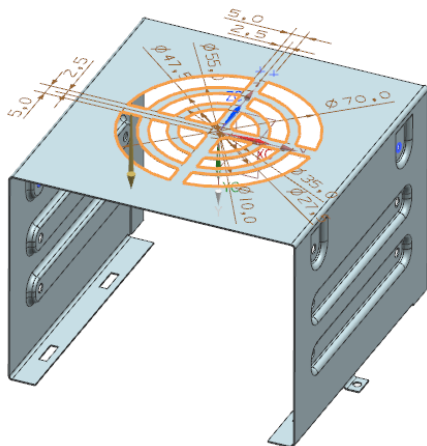

图 7-142 选择轮廓
- (1) 选择“菜单(M)”→“插入(S)”→“切割(T)”→“法向除料(N)”，或者单击“主页”选项卡“特征”面组上的“法向除料”按钮, 打开“法向除料”对话框。设置“切割方法”为“厚度”，“限制”为“直至下一个”。
- (2) 选择如图 7-142 所示的草图轮廓为法向除料截面。